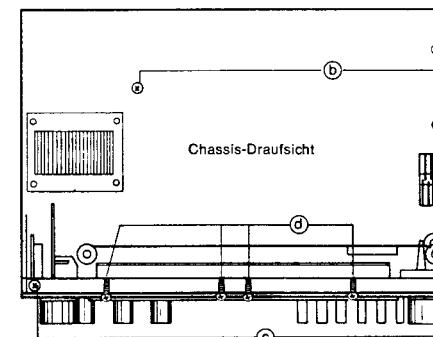

Abb. 3
- Vier Schrauben ⑦ unterhalb der Skala herausdrehen (Abb. 3).